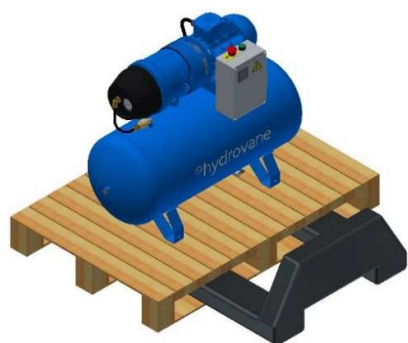

Fig 4.1 - 501-502-504 PURS (PARS) Livré monté sur palette
4.2 Levage et transport (Fig 4.1, 4.2, 4.3, 4.4, 4.5 & 4.6)